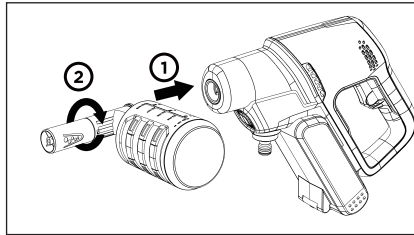

Abb. 4
MONTAGE DER SEIFENFLASCHE MIT SCHAUMDÜSE (Abb. 4)
1. Stecken Sie das Ende der Seifenflasche mit Schaumdüse in den Hochdruckreiniger und drehen Sie sie, um sie zu sichern. (Abb. 4)